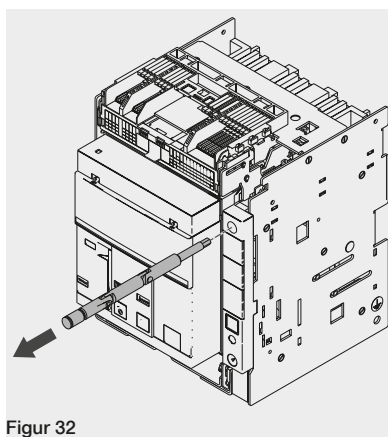
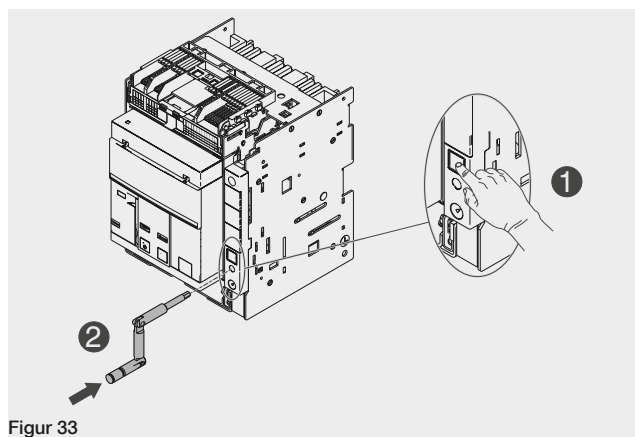

Figur 30
Figur 31
2. Placera den rörliga delen i den fasta delen och tryck tills det tar stopp. Se Figur 30 och Figur 31.